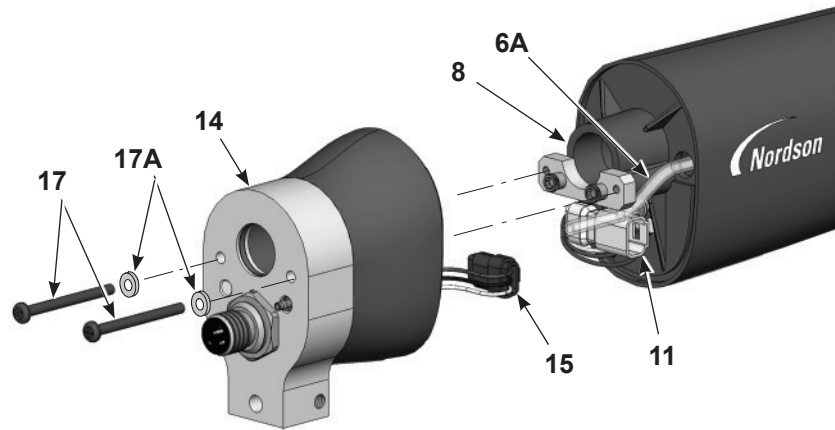
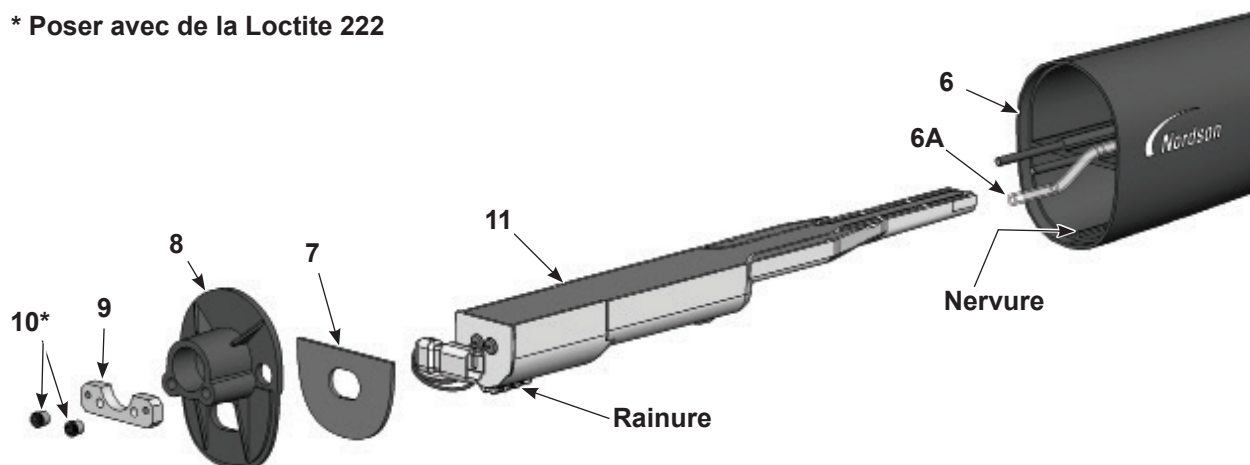

Figure 7-7 Démontage du pistolet de pulvérisation à fixation sur barre 1 sur 3
Figure 7-8 Démontage du pistolet de pulvérisation à fixation sur barre 2 sur 3
2. Voir la Figure 7-7. Retirer les deux vis à six pans creux (17) et les rondelles freins (17A) de l'arrière du corps (14).
3. Tirer prudemment l'arrière du corps suffisamment loin de la paroi de séparation (8) pour débrancher le faisceau d'alimentation électrique (11) du faisceau de la prise (15) et le tuyau de l'ensemble filtre (10) du raccord cannelé à l'intérieur de l'arrière du corps.
4. Voir la Figure 7-8. À l'aide d'une clé Allen de 1/8", retirer les deux vis à six pans creux (10) et la plaque taraudée (9) de la paroi de séparation (8). Retirer ensuite la paroi de séparation du corps du pistolet de pulvérisation (6) en faisant passer le faisceau d'alimentation électrique à travers celle-ci.
5. Faire glisser le bloc d'alimentation électrique (11) hors du corps du pistolet de pulvérisation.
7. Le joint (7) est collé à la paroi de séparation avec un adhésif autocollant. Remplacer le joint par un neuf s'il est endommagé.
1. Voir la Figure 7-8. Installer le bloc d'alimentation électrique (11) dans le corps du pistolet (6) en adaptant les nervures du corps du pistolet dans les rainures sur le bloc d'alimentation. Insérer fermement le bloc d'alimentation électrique dans le corps du pistolet.
2. Faire passer le faisceau d'alimentation électrique à travers la paroi de séparation (8), puis monter la paroi de séparation et la plaque taraudée (9) sur les goujons du corps du pistolet. Appliquer de la Loctite 222 sur les écrous à six pans creux (10), puis monter les écrous sur les goujons et les serrer à 0,45 N•m (64 inch-ounces) avec une clé Allen de 1/8".
3. Voir la Figure 7-7. Raccorder le faisceau de la prise (15) au faisceau d'alimentation électrique (11). Faire entrer les connecteurs du faisceau (11, 15) dans l'arrière du corps du pistolet dans les positions illustrées.
4. Raccorder le tuyau de filtre transparent (6A) au raccord cannelé à l'intérieur de l'arrière du corps (14). Faire passer un éventuel supplément de tuyau transparent dans le corps du pistolet, puis monter l'arrière du corps sur la paroi de séparation avec les vis (17) et les rondelles frein (17A).